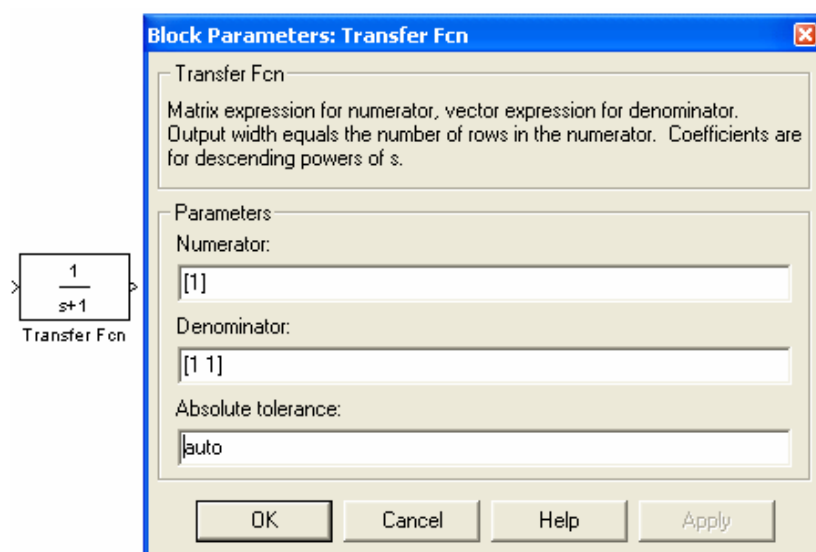

Рис. 1.6 — Блок, моделирующий передаточную функцию и окно редактирования параметров блока
3. Далее, если это требуется, нужно изменить параметры блока, установленные программой “по умолчанию”. Для этого необходимо дважды щелкнуть левой клавишей “мыши”, указав курсором на изображение блока. Откроется окно редактирования параметров данного блока. При задании численных параметров следует иметь в виду, что в качестве десятичного разделителя должна использоваться точка, а не запятая. После внесения изменений нужно закрыть окно кнопкой **ОК**. На рис. 1.6 в качестве примера показан блок, моделирующий передаточную функцию и окно редактирования параметров данного блока.